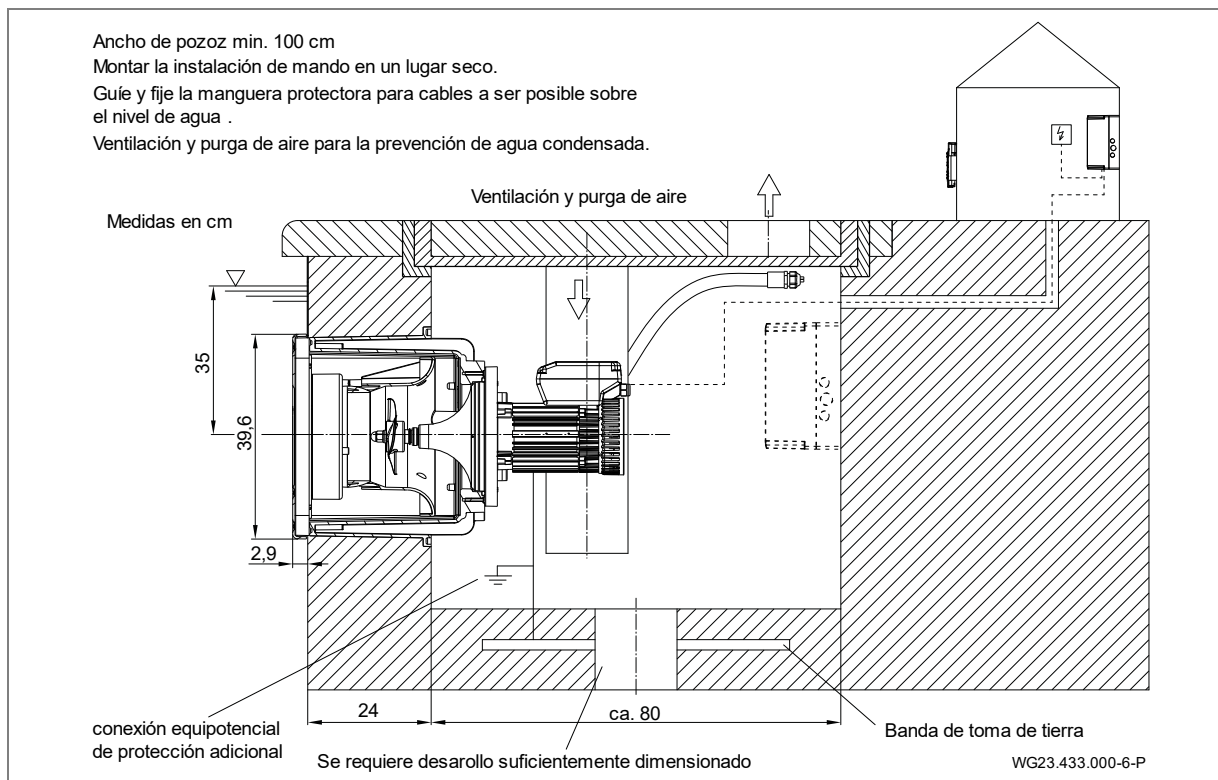

Fig. 17
1. Engrase el empalme (d, (Fig. 17)) en la carcasa de plástico (1) y el conector hembra de conexión de la manguera protectora para cables (12) con limpiador PVC-U/ABS.
La colocación de la instalación debe realizarse en un foso que limita con el borde de la piscina. En el espacio de montaje debe haber una ventilación y aireación correctas y un sumidero suficiente. Debe disponerse de una opción de fijación para la manguera protectora para cables (a ser posible por encima del nivel del agua). En el foso debe disponerse de una conexión para una conexión equipotencial. Ver "Fig. 17", página 20.